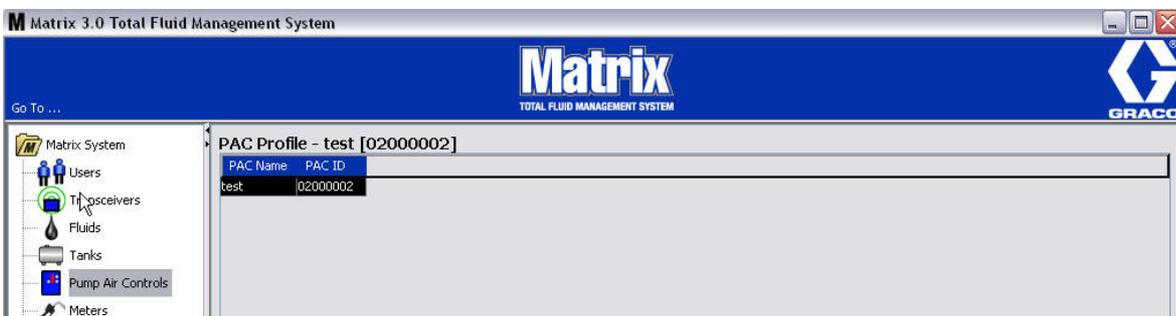

ABB. 83
- Die verknüpfte PLS erscheint auf der Hauptansicht, wie in ABB. 83 gezeigt.